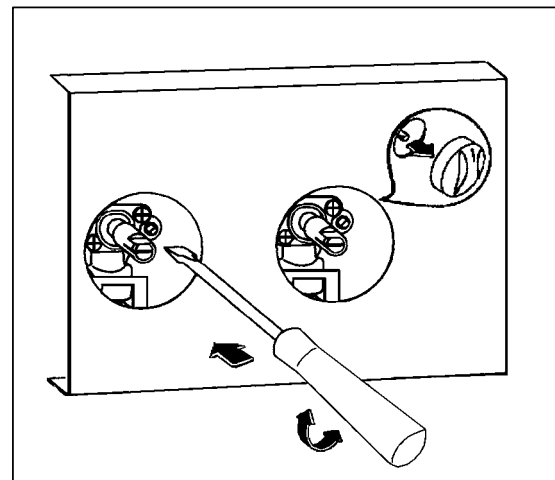

fig.17
4. Dévissez ou vissez la vis pointeau (qui se trouve à droite de l'axe du robinet fig. 17) jusqu'à l'obtention d'une flamme très courte mais stable pour le gaz naturel. Pour le gaz butane - propane, vissez totalement la vis dans le sens des aiguilles d'une montre.
4. Dévissez la vis pointeau (fig. 17) d'environ 3 tours.